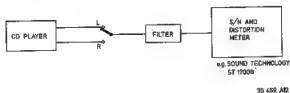

Fig. 6
- ist ein Filter der 7. Ordnung, etwa 3622 395 30294 (siehe Bild 6), einzusetzen.